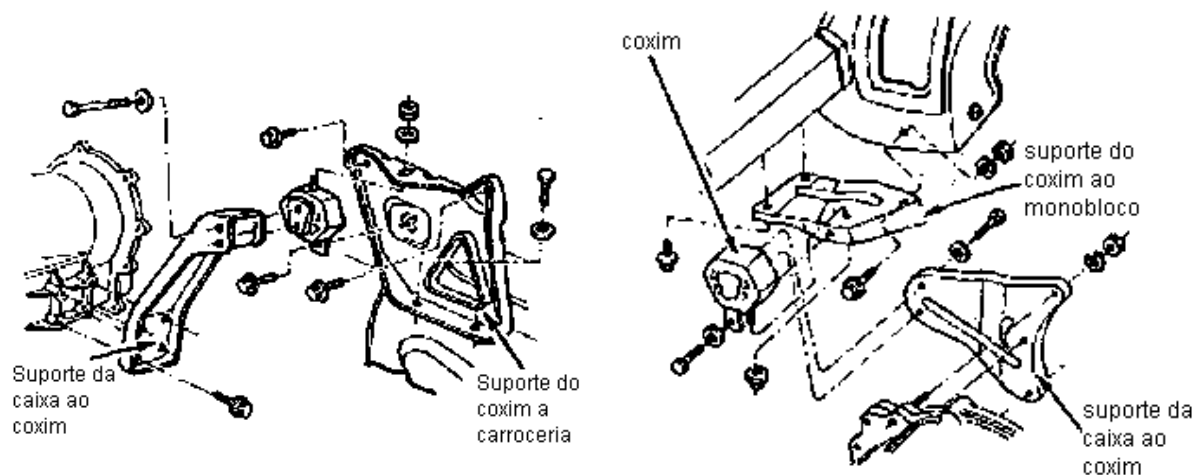

Figura 21: Fixação dos suportes da transmissão.
21 . Remover o suporte dianteiro e traseiro da transmissão (Figura 21);
- 2 . Remover os dois parafusos de fixação do suporte da caixa ao coxim dianteiro (Figura 21);
- 4 . Remover o parafuso e porca de fixação do coxim dianteiro ao suporte da carroceria, e levantar o motor o suficiente para a remoção do coxim dianteiro (Figura 21);
- 5 . Remover os parafusos de fixação do coxim traseiro no suporte da transmissão (Figura 21);
- 6 . Remover parafuso e porca de fixação do suporte da transmissão e coxim traseiro (Figura 21), e levantar o conjunto motor/transmissão, o suficiente, para a remoção do coxim.